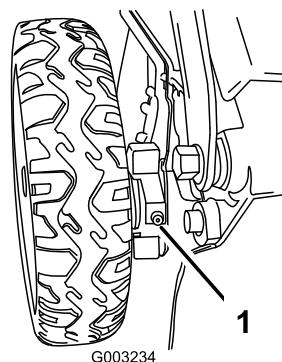

Figura 43
- Limpie con un trapo limpio los puntos de engrase situados justo dentro de las ruedas traseras (Figura 43).